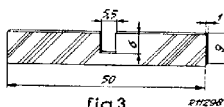

fig.3
3. De metalen aandrijfrol verhitten (b.v. door middel van een kaarsvlam of lucifer), waarna deze van de as geschoven kan worden met een hulpstukje. Dit hulpstukje is eenvoudig zelf te vervaardigen (zie fig. 3).